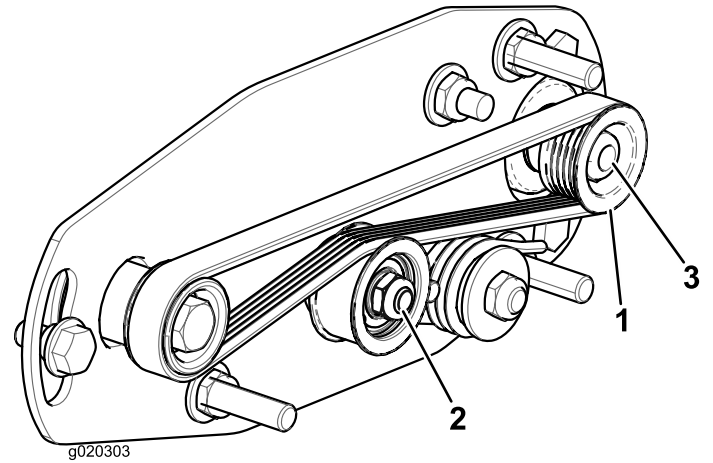
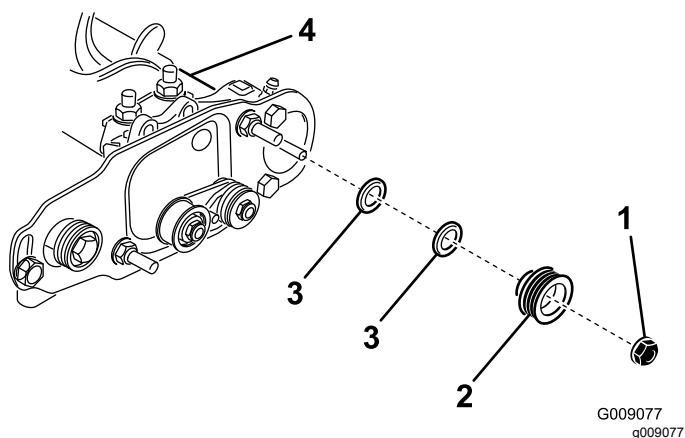

图 22
图 23
1. 从动皮带轮位于滚筒刷轴可以自由出入 图 22。
2. 旋转滚刀会带动驱动皮带轮旋转把皮带从驱动皮带轮上撬下来 图 22。
3. 卸下将从动皮带轮固定至刷轴的锁紧螺母 图 22 或 图 23。
4. 从轴上卸下从动皮带轮 图 23。
5. 如果皮带轮需要移出可添加 0.8mm 厚的垫圈 图 23。